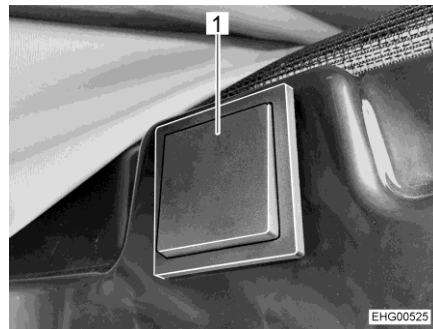

Bild 69 Knapp för elektrisk upplåsning
Knappen för elektrisk upplåsning (Bild 69) finns på höger sida i området ovanför skjutdörren.
- Tryck på knappen (Bild 69,1) under minst 2 sekunder.